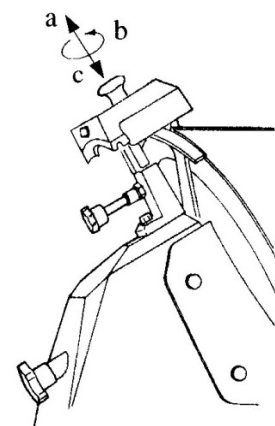

Bild14
6. (Bild 14) efter utförd slipning, stäng av apparaten och återställ slipapparaten i ursprungligt läge i omvänd ordning.